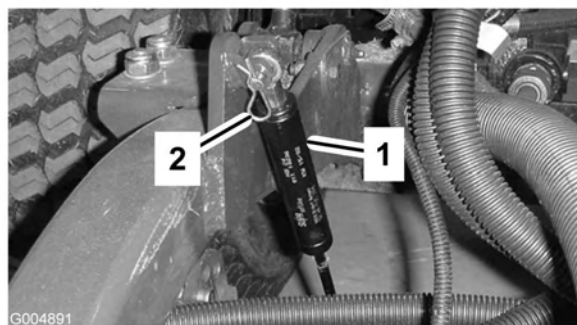

Figura 73
2. Togliete la coppiglia che fissa gli ammortizzatori ai bracci di sollevamento (Figura 73). Girate l'ammortizzatore verso la scocca.